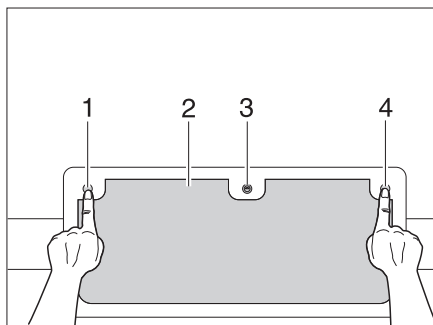

Bild 35 Lucklås med knappar, låst
- Stick in nyckeln i låscylinern (Bild 35,3) och vrid ett kvarts varv.
- Tryck in de tre knapparna (Bild 35,1, 3 och 4).
- Stäng den utvändiga luckan (Bild 35,2) helt tills den går i lås.
- Stick in nyckeln i låscylinern (Bild 35,3) och vrid ett kvarts varv. Lucklåset är låst.